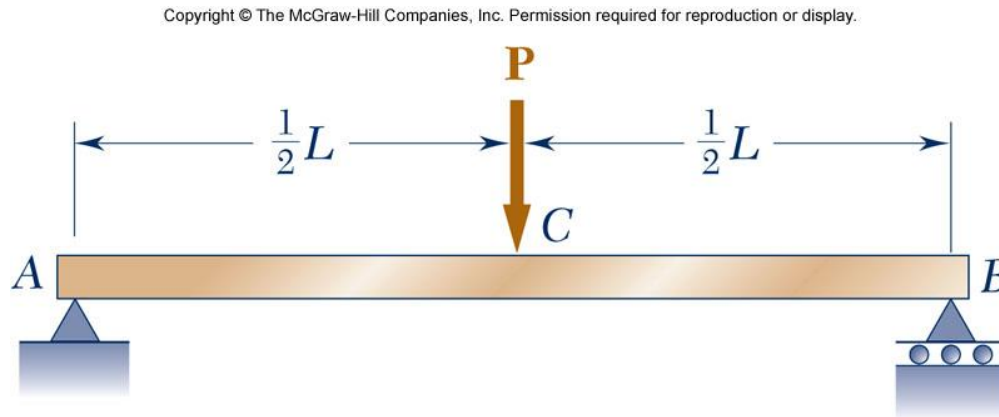

Figura 1.18
Exercício 1.1: Traçar os diagramas de esforços para a viga AB da figura 1.18, de comprimento L e submetida a uma força concentrada no seu centro (C).